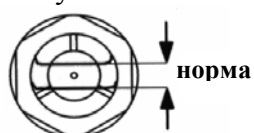

Рис.1
3.3.6. Масло заливается плавно через конус емкости с маслом, при этом непрерывно контролируют уровень масла по маслоуказательному стеклу. Уровень масла должен находиться на середине маслоуказательного стекла, соответствующего расположению счетчика (см. рис.1).